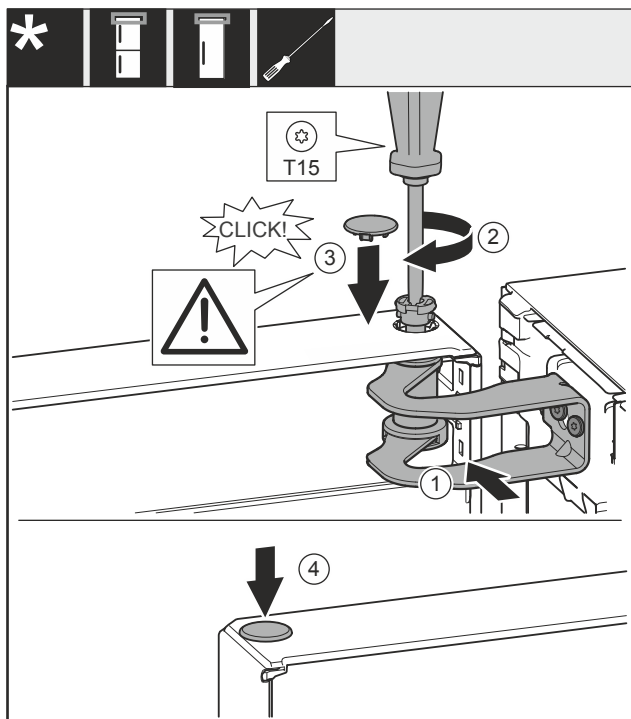

Fig. 25
- ▶ Выровняйте дверь по отверстию в опорном кронштейне Fig. 25 (1).
- ▶ Вставьте палец Fig. 25 (2) и затяните отверткой.
- ▶ Установите крышку Fig. 25 (3).
- ▶ Проследите за тем, чтобы крышка Fig. 25 (3) прилежала к дверям.
- ▶ Установите крышку Fig. 25 (4).